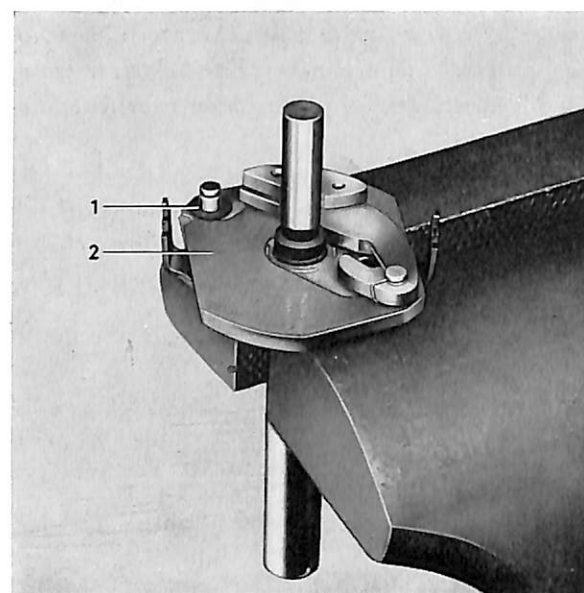
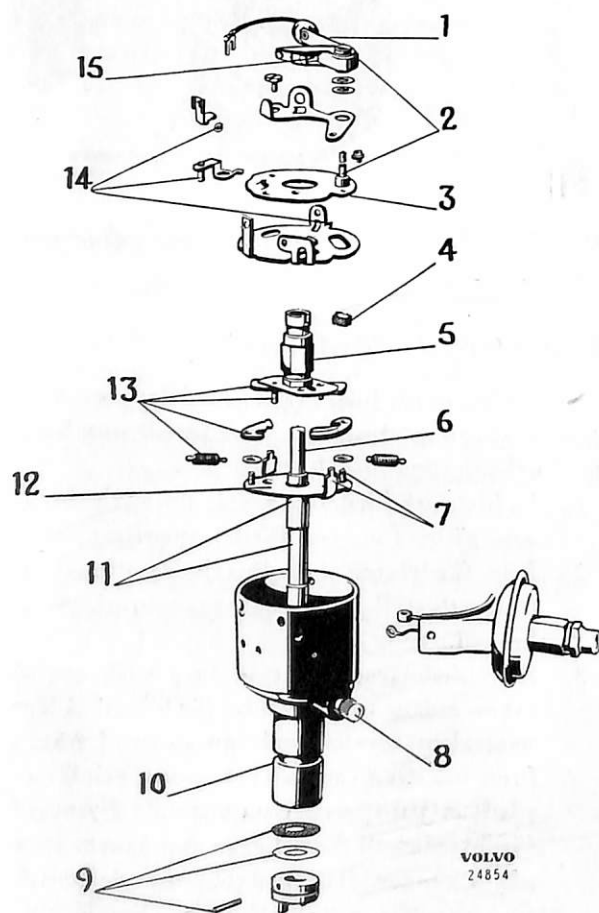

Bild 60. Medbringare med fiberbrickor.
Bild 64. Smörjschema för strömfördelare.
3. Hålen i centrifugalregleringsvikterna får ej vara ovala eller på annat sätt deformerade. Fiberbrickorna, bild 60, måste vara hela.
1. Placera resitexbrickan på fördelaraxeln samt ovanpå denna fiberbrickorna, se bild 60. Smörj och placera centrifugalreglerings-vikterna på plats. Sätt på låsfjädrarna. Ang. smörjning se bild 64.